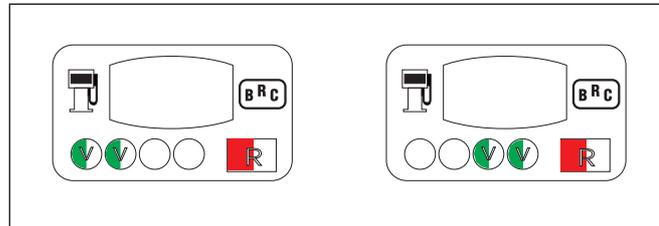

Fig. 25
- Se l'operazione è stata eseguita correttamente, il LED BICOLORE diventa rosso lampeggiante e segnala la fine della fase di acquisizione del TPS (fig. 25).